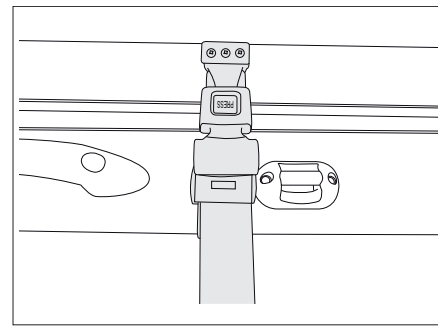

Bild 126 Sicherungsgurt Hubbett manuell
- Das Hubbett mit dem Sicherungsgurt am Dach sichern (Bild 126).